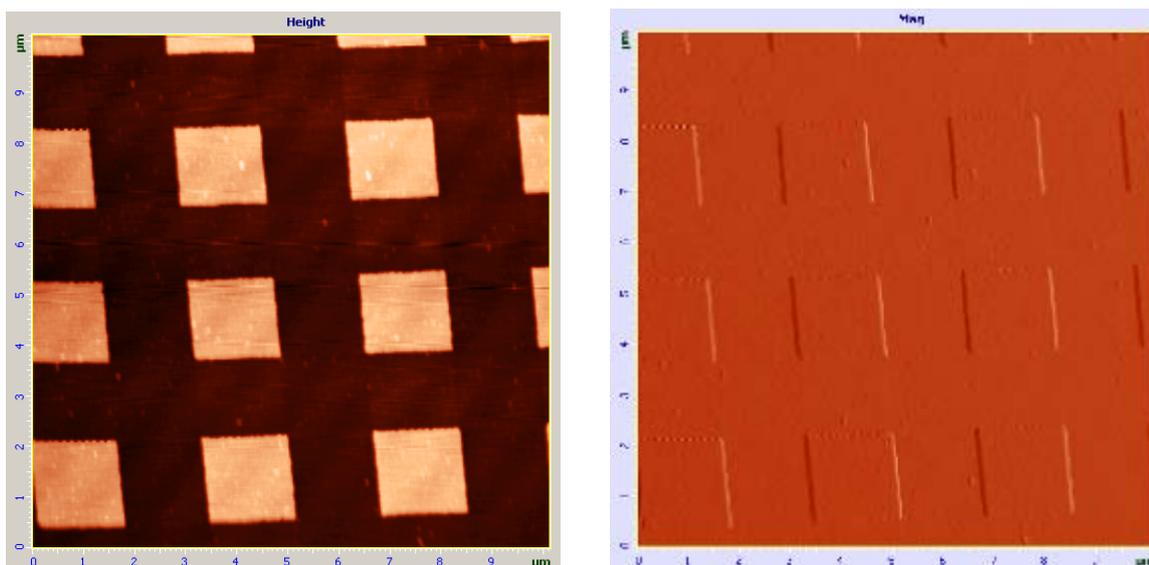

Рис. 7-36. Изображение рельефа и сигнала рассогласования (решетка TGQ-1)
- начнется построчное сканирование поверхности образца и в области отображения 2D-данных сканирования появятся два изображения: в одном отобразится рельеф поверхности (сигнал **Height**), в другом – сигнал рассогласования (сигнал **Mag**) (Рис. 7-36);